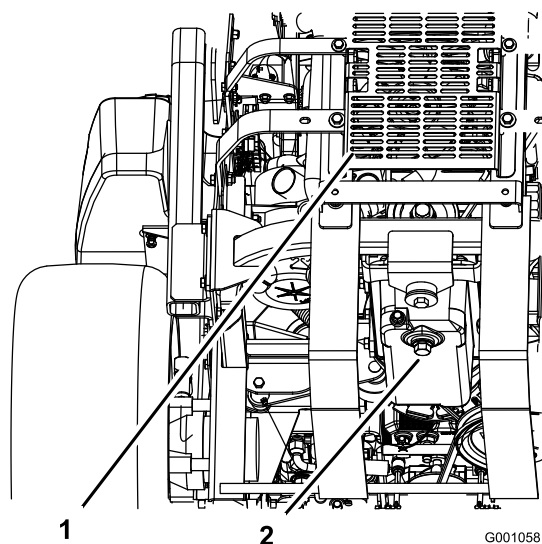

Figure 36
- Placez un bac de vidange sous l'orifice de vidange. Retirez le bouchon de vidange et laissez s'écouler toute l'huile (Figure 36).